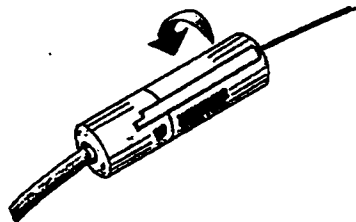

Figura 4. Gire para bloquear el conector cilíndrico.
- d. Inserte el mango del fiador del electrodo en el conector cilíndrico del cable para estimulación de prueba y bloquéelo (consulte de la Figura 1 a la Figura 4).